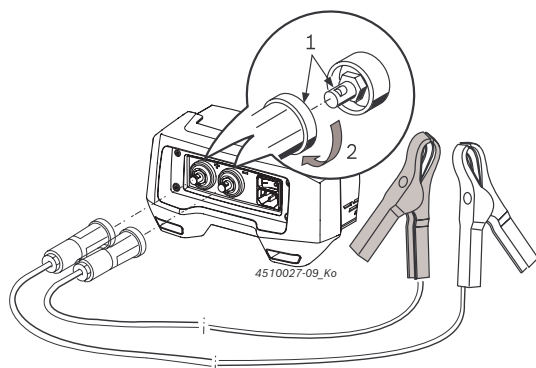

図 2: 充電ケーブルをBAT 690に接続する
① メッセージ "Time out" は充電フェーズの完了ではありません。これは、パラメータ入力の間違っているか、またはバッテリーが故障していることを示唆しています。
① 充電中にバッテリーを電気システムから切断する必要はありません。
① 24ボルトのバッテリーの電圧が17ボルト未満の場合は、2つに直列接続された12ボルトのバッテリーを別々に充電する必要があります。17ボルト未満の場合、BAT 690は12ボルトのバッテリーのみを検知するため、充電は12ボルトのバッテリーのみで行ってください。
- BAT 690 をオン/オフスイッチ (図2、位置1) でオンにします。